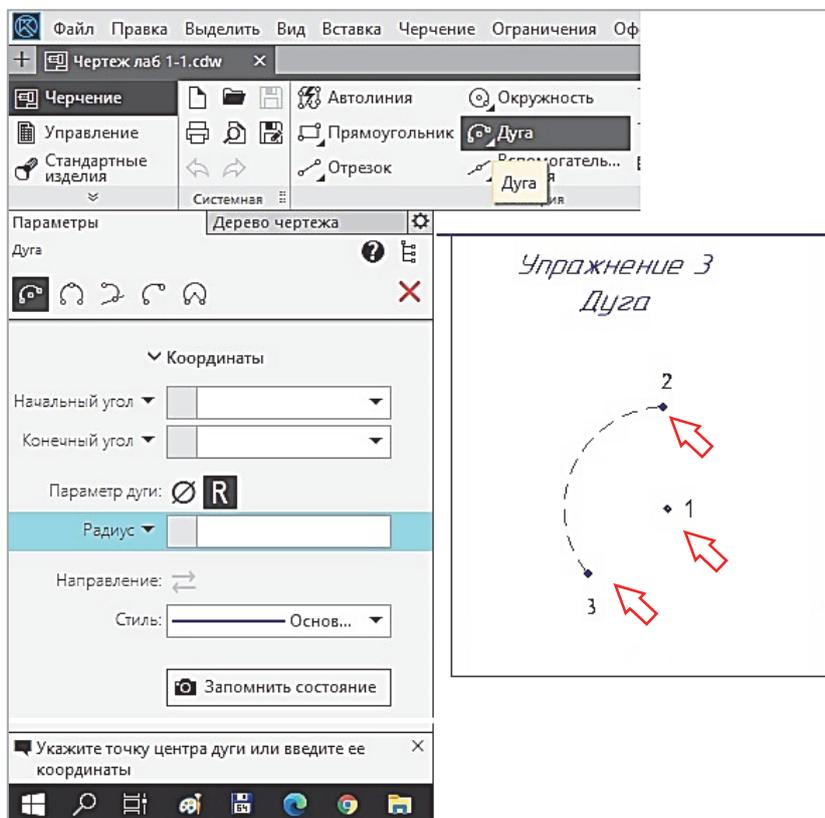

Рис. 1.3-2
- в ответ на сообщение системы *Укажите точку центра дуги* задать точку центра дуги (точка 1 на рис. 1.3-2);